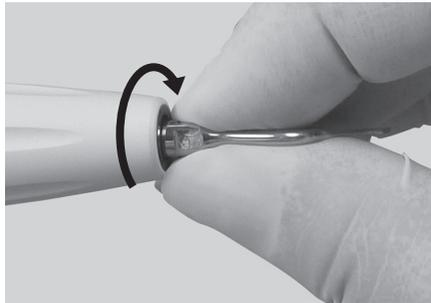

Fig. 15
1) Primeiro, aperte um pouco a ponta com as mãos (Fig. 15).